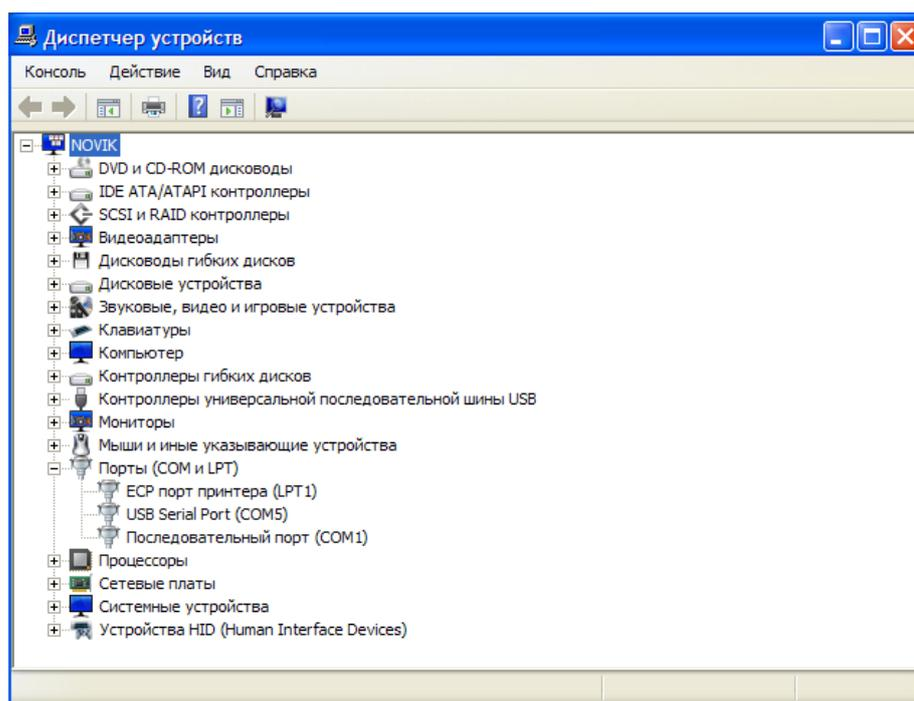

Рис. 1
3.1.3 Откройте Диспетчер устройств. В списке должно появиться новое устройство - USB Serial Port (рис. 1). Запомните номер порта (в данном случае порт имеет 5 номер).